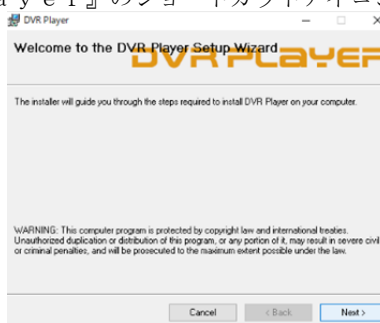

図 26
- 4) 次に、セットアップ内容が表示されます(図26参照)。『Next』を選択してください。